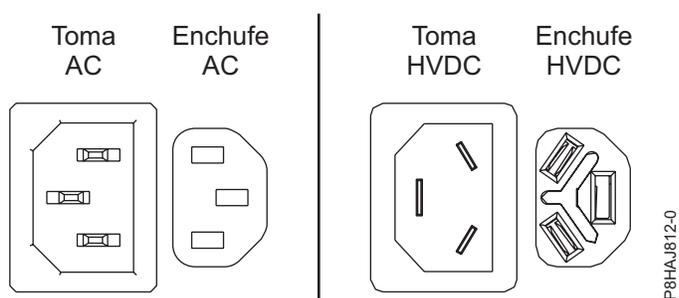
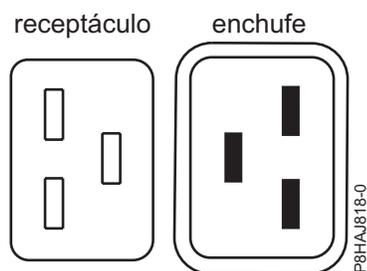
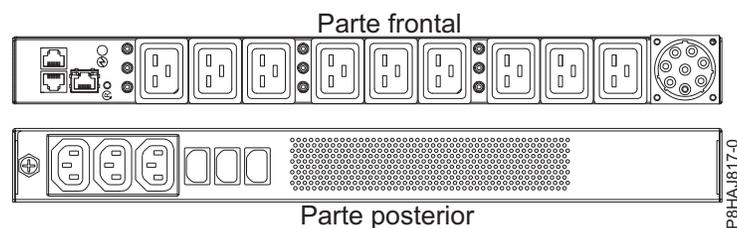

Figura 46. Conectores de CA y HVDC
Figura 47. Conectores para el sistema 8408-44E
Figura 48. PDU para el sistema 8408-44E
En Figura 46 se muestran los conectores admitidos de corriente alterna (CA) y de corriente directa de alto voltaje (HVDC). En Figura 47 y en Figura 48 se muestran los conectores admitidos y la unidad de distribución de alimentación (PDU) para 8408-44E.